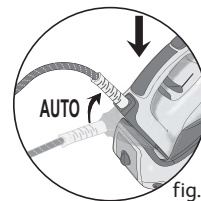

fig. 8
- Un aimant permet de tenir l'arceau sur le talon et ainsi faciliter le rangement de votre générateur- fig.8.